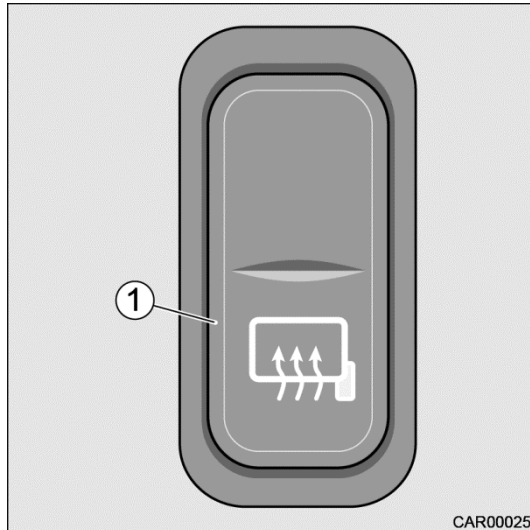

Fig. 31 Chauffage du rétroviseur
1. Actionner le commutateur (Fig. 31/1).